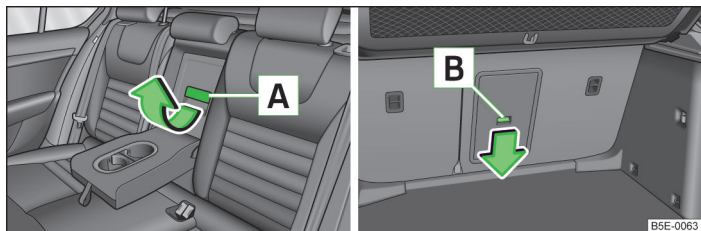

Abb. 74 Rücksitze: Deckelgriff / Gepäckraum: Entriegelungstaste
- Den Griff **A** » Abb. 74 in Pfeilrichtung ziehen und den Deckel herunterklappen.
- Die Entriegelungstaste **B** » Abb. 74 in Pfeilrichtung schieben und den Deckel mit der Armlehne nach vorn klappen.
Darauf achten, dass die Armlehne nach dem Schließen immer eingerastet ist. Das lässt sich daran erkennen, dass das rote Feld oberhalb der Entriegelungstaste **B** » Abb. 74 vom Gepäckraum aus nicht zu sehen ist.